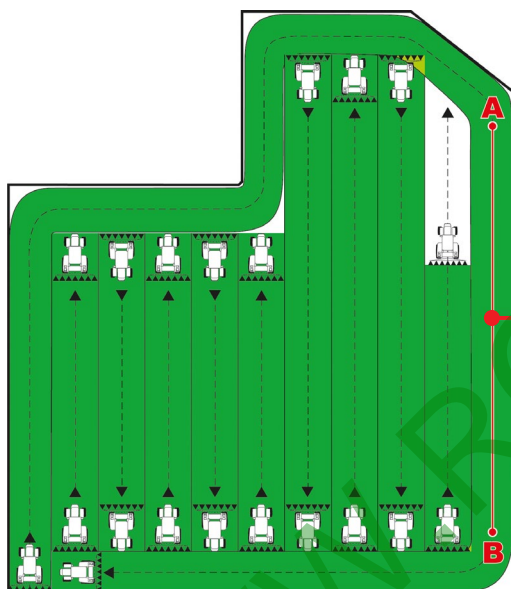

Fig. 244
- Po wytyczeniu prostej A/B (T0), całe pole może być obrobione równoległe do niej (Fig. 244), śledząc ścieżki odniesienia, które ukazują się na wyświetlaczu (Fig. 245).